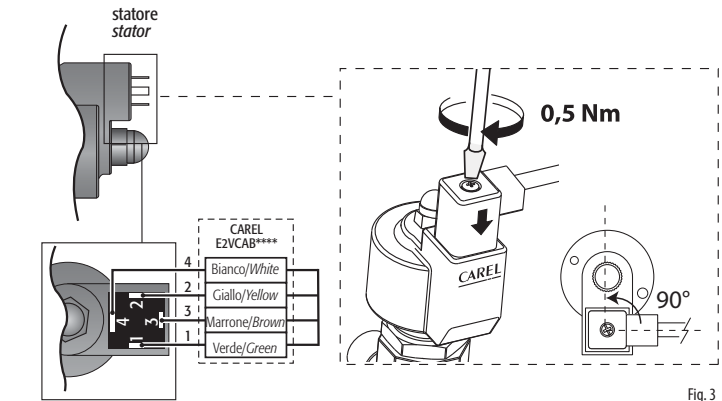

Fig. 3
7. Collegare il connettore già cablato al motore passo passo nel relativo alloggiamento e serrare la vite con una coppia di 0,5Nm seguendo le indicazioni in Fig. 3. Collegare a questo punto l'estremità quadrupolare del cavo nei relativi morsetti del Driver CAREL EVD\*\*\* o relativo controllo omologato CAREL ed impostare i parametri secondo il set riportato nella tabella sottostante.
7. Connect the pre-wired connector to the socket on the stepper motor and tighten the screw, applying a force of around 0.5 Nm, following the instructions shown in Fig. 3. Then connect the four-pin end of the cable to the corresponding terminals on the CAREL EVD\*\*\* driver or other approved CAREL controller, and set the parameters according to the values shown in the table below.
7. Raccorder le connecteur déjà câblé au moteur pas à pas dans le logement correspondant et serrer la vis avec un couple de 0,5Nm en suivant les indications de la Fig. 3. Connecter ensuite l'extrémité quadripolaire du câble aux bornes correspondantes du Driver CAREL EVD\*\*\* ou du régulateur homologué CAREL et configurer les paramètres selon la valeur reprise au tableau ci-dessous.
8. Den vorverdrahteten Steckverbinder in den Schrittmotor einfügen und die Schraube nach den Anleitungen der Fig. 3 mit rund 0,5 Nm Drehmoment festschrauben. Das Vierleiterkabelende an die entsprechenden Klemmen des CAREL-Treibers EVD\*\*\* oder an eine andere zugelasene CAREL-Steuerung anschließen und die Parameter gemäß Parameter-Set der nachstehenden Tabelle einstellen.